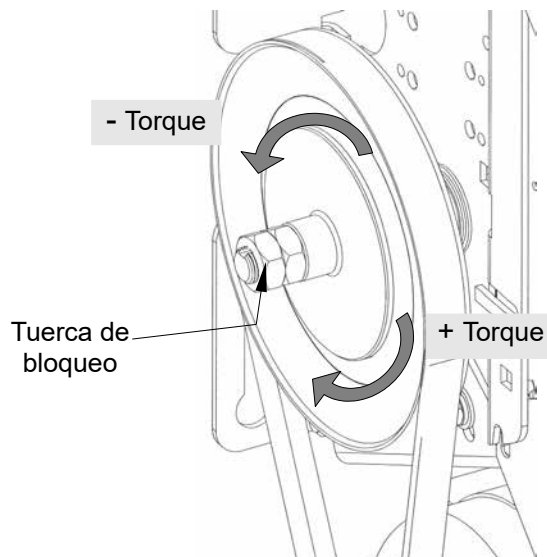

Figura 44 - Ajuste del embrague
1. Abrir las tuercas con (2) llaves 15/16" (ver la Figura 44).